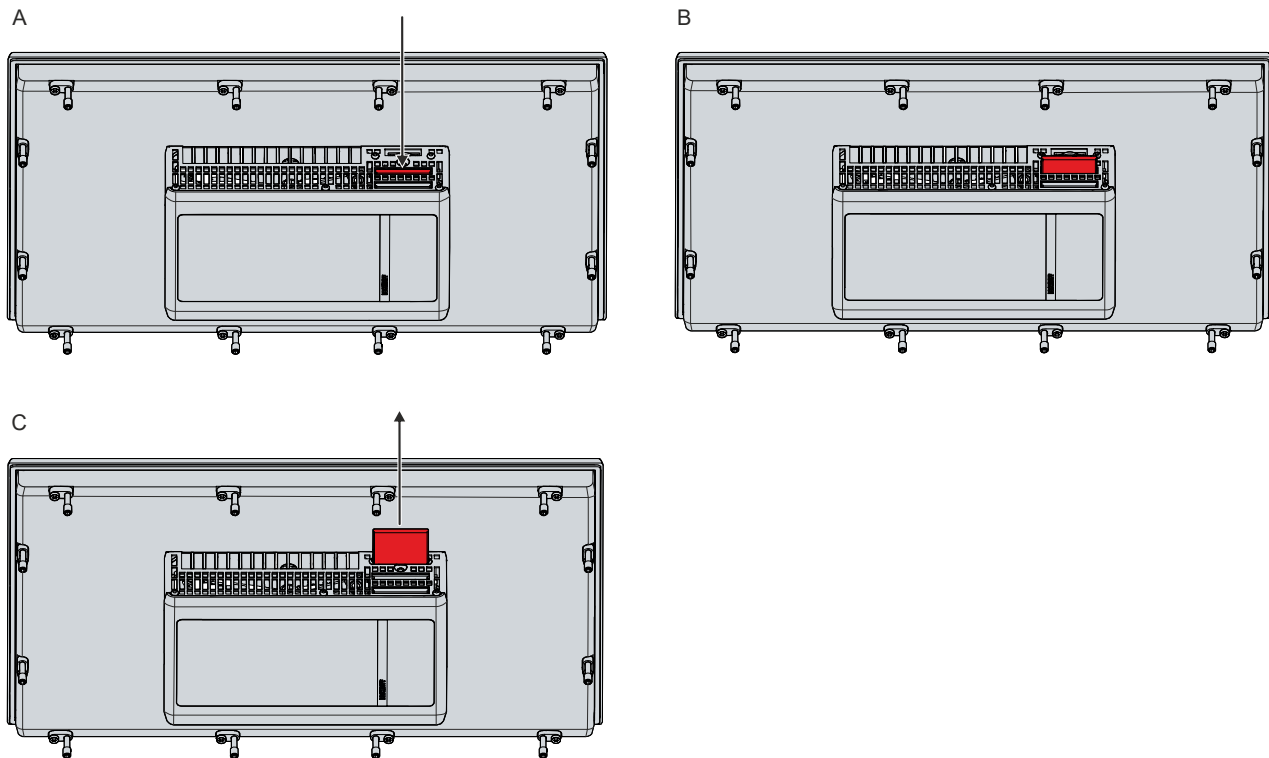

Abb. 27: Austausch CFast
1. Ziehen Sie die Batterie mit einer Spitzzange aus dem Panel-PC heraus (siehe Abb. 27).